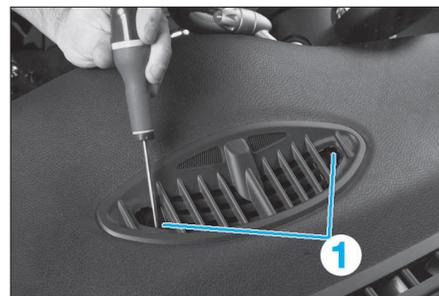

FIG. 26
- les capuchons de la grille d'aération centrale et déposer les vis situées derrière (Fig.26).